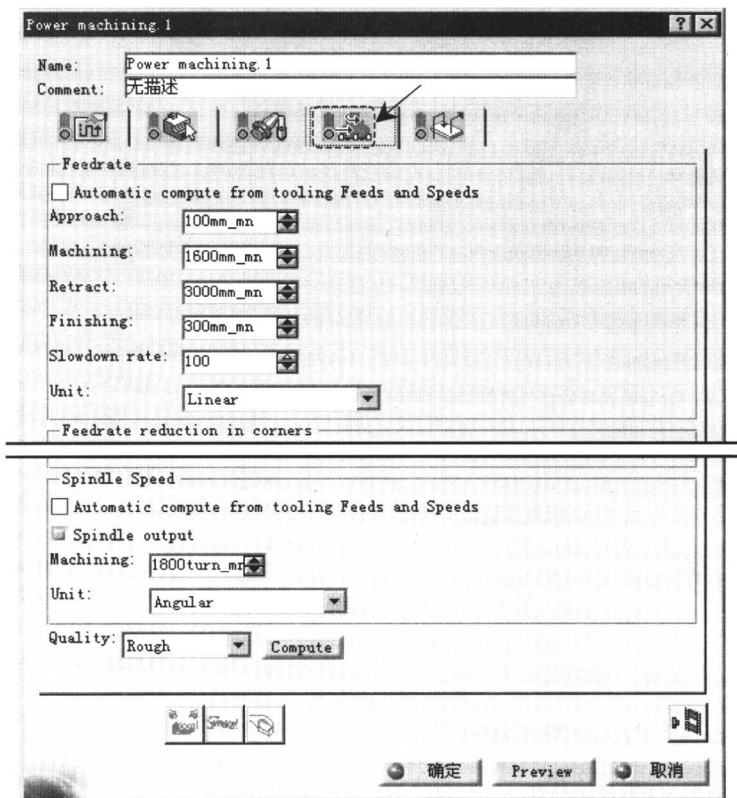

图 1.21 “进给率”选项卡
② 其他选项卡中的参数均采用默认的设置。
(1) 进入“进给率”选项卡。在“Power machining.1”对话框（一）中单击  选项卡。
(2) 设置进给率。在“Power machining.1”对话框（一）的  选项卡中设置如图 1.21 所示的参数。